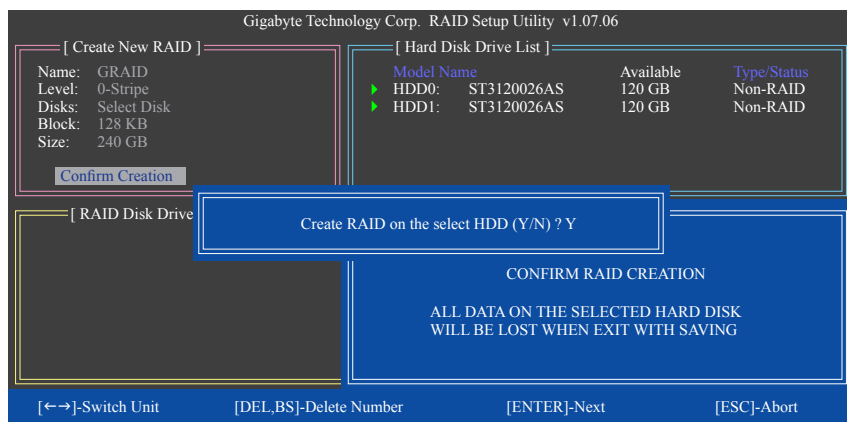

図 7
6. **Confirm Creation:** 上の項目をすべて構成すると、選択バーは **Confirm Creation** 項目に自動的にジャンプします。**<Enter>** を押します。選択を確認するように求めるメッセージが表示されたら (図 7)、**<Y>** を押して確認するか **<N>** を押して中断します。